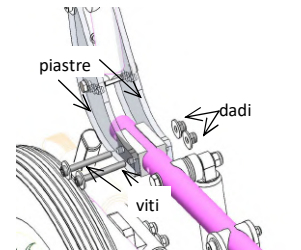

fig. 11.1: Reg. profond. parte posteriore
• **Regolazione profondità parte posteriore (fig. 11.1):**